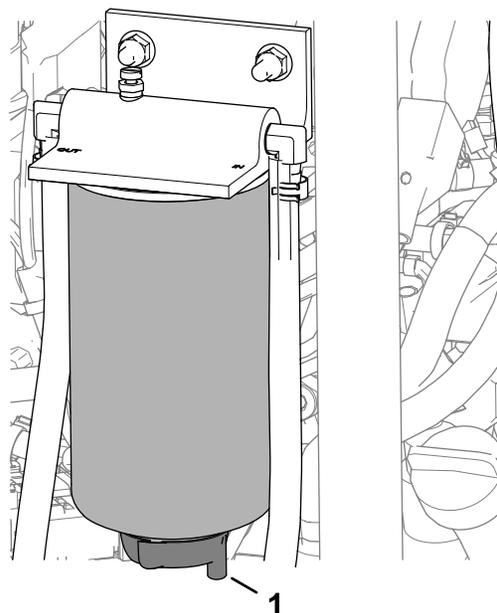

Figura 119
3. Allineate una bacinella di spurgo sotto la valvola di spurgo del separatore di condensa/carburante (Figura 119).